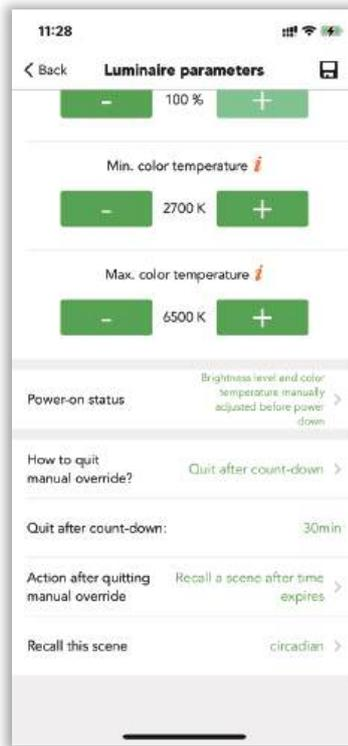

Abbildung 6.49
Schritt 6. Wählen Sie in der Masseninbetriebnahme die Option "Leuchtenparameter im Batch-Volumen einstellen", erstellen Sie ein neues Profil und ändern Sie die Einstellungen, aber ändern Sie die Option "Wie manuelle Übersteuerung beenden", wie im Fall erwähnt, können Lehrer die tageszeitliche Szene durch einen Push-Schalter unterbrechen, nachdem die Präsentation vorbei ist, die Leuchten automatisch zur tageszeitlichen Rhythmus-Szene zurückgeschaltet werden. Mit allen relevanten Leuchten synchronisieren. Die Voreinstellung ist "Beenden nach Haltezeit (in diesem Fall 20 Minuten)". Sie können aber auch nach einer bestimmten Zeit oder einem Countdown ausschalten. In diesem Fall wird das Verlassen nach einem "Countdown" von 30 Minuten vorgeschlagen (siehe Abbildung 6.49). Aktion nach Beendigung des manuellen Eingriffs als "Abruf einer Szene nach Ablauf der Zeit" einstellen. Rufen Sie dann die "tageszeitliche" Szene erneut auf. Wenn der Lehrer das PPT beendet (30 Minuten), schalten die Leuchten automatisch wieder auf die Szene mit dem tageszeitlichen Rhythmus um.